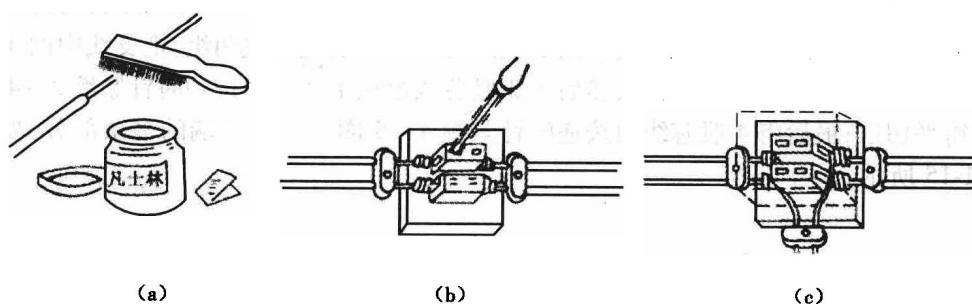

图 1-1-17 铝芯导线的螺钉压接法
①螺钉压接法:先用钢丝刷去除氧化层并立即涂上中性凡士林,然后进行螺丝压接。因铝线易断,连接前可将芯线卷2~3圈,以便线头断裂后再次连接用。螺钉压接法如图1-1-17所示。